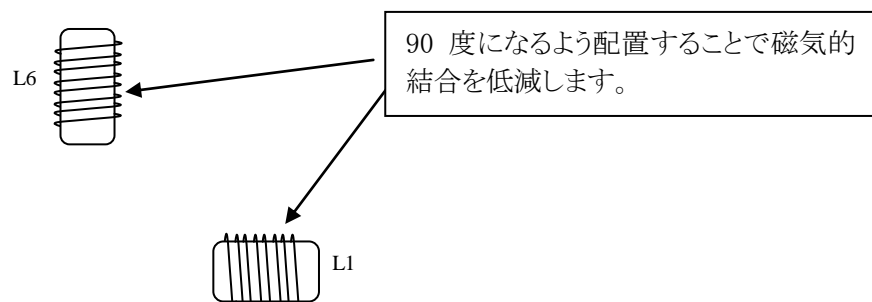

図 5.2.2 VCO インダクタとPAのチョークコイルの配置例
- 2.1. 図 5.2.2 のように VCO タンクのインダクタ L1 と PA のチョークインダクタ L6 が磁氣的に結合しないよう、90 度に配置してください。